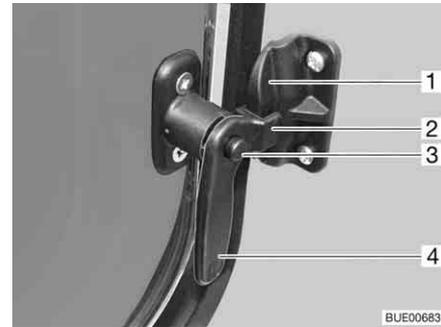

Bild 33 Fenster in der Eingangstür in Stellung "Dauerbelüftung"
- Den Sicherungsknopf (Bild 33,3) drücken und gedrückt halten.
- Den Verriegelungshebel (Bild 33,4) zur Fenstermitte hin drehen.
- Den Verriegelungshebel wieder zurückdrehen. Die Gabel (Bild 33,2) am Verriegelungshebel dabei in die Fensterverriegelung (Bild 33,1) einfahren.